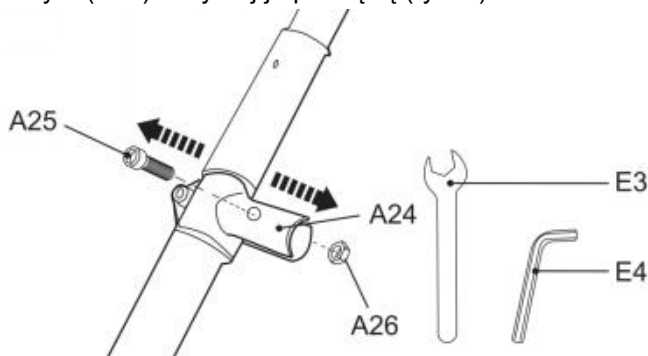

Fig. 1
1. Wyjmij wstępnie zmontowaną śrubę (A25) i nakrętkę (A26) ze wspornika uchwytu (A24) i trzymaj je pod ręką (rys. 1).